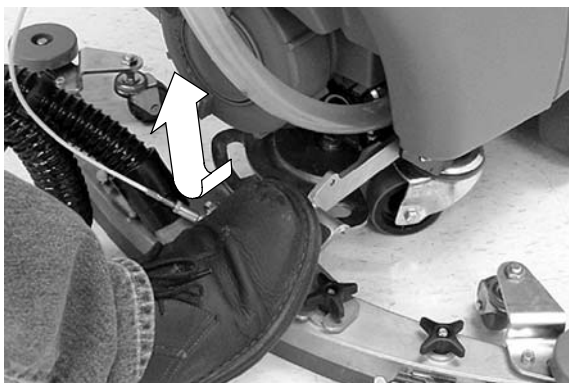

FIG. 16
5. Abaissez la tête de brossage sur le sol en appuyant sur la pédale de soulèvement de la tête de brossage, comme illustré (Figure 16).